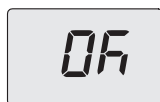

Figura 8.12
- Pulsando el botón 3 (Figura 3.1) se confirma el valor introducido. El display muestra durante 3 segs. el mensaje "Ok" (Figura 8.12), y luego aparece la lista de los parámetros.